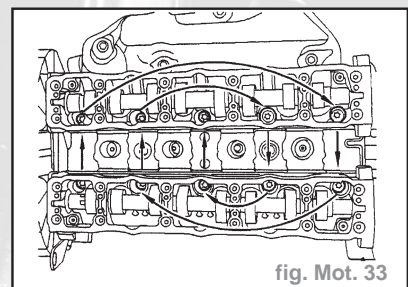

fig. Mot. 33
- le couvercle (7) des tuyaux de carburant
- Desserrer progressivement et en spirale les vis de culasse en commençant par l'extérieur (fig. Mot. 33).